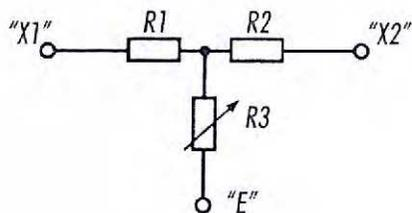

Рис. 2
Структурная схема имитатора сопротивления показана на рис. 2. Элементы схемы соответствуют обозначениям формулы (1).
4.10. Номинальные значения электрического сопротивления луча R3 (рис. 2) воспроизводятся в соответствии с рядом: ( $\infty$ ; 9; 4; 5; 3; 2,25; 1,8; 1,5; 1, 2857; 1,125; 1)  $\times 10^n$  Ом, где n, = 7; 6; 5, соответственно декадам магазина проводимости меры " $\times 10^9$ ", " $\times 10^{10}$ ", " $\times 10^{11}$ ". Значения в скобках соответствуют положениям переключателя проводимости 0; 1; 2; 3; 4; 5; 6; 7; 8; 9.